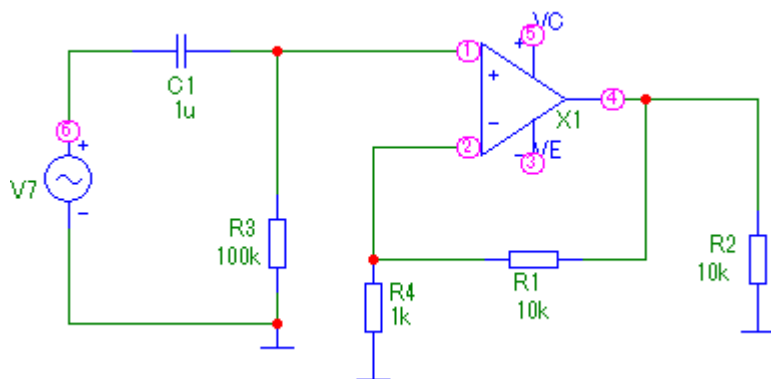

Рис.2
- рис.2;**
- рис.2;
7. При исследовании схемы, изображенной на рис.2, возможны следующие результаты моделирования: